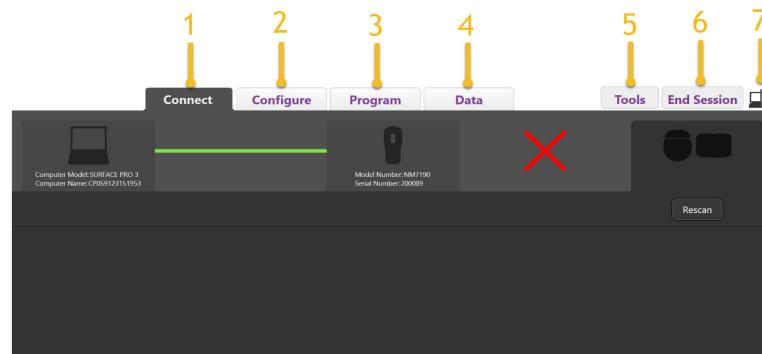

Figura 3. Separador Connect (Ligar)
4. Ao iniciar o Vercise Neural Navigator, o ecrã irá mostrar o separador **Connect** (Ligar) e o software irá tentar automaticamente ligar ao Estimulador (Figura 3).